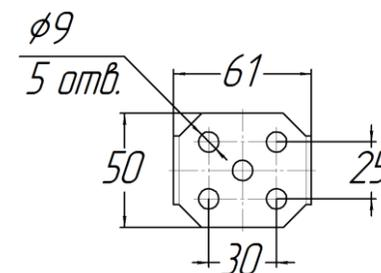
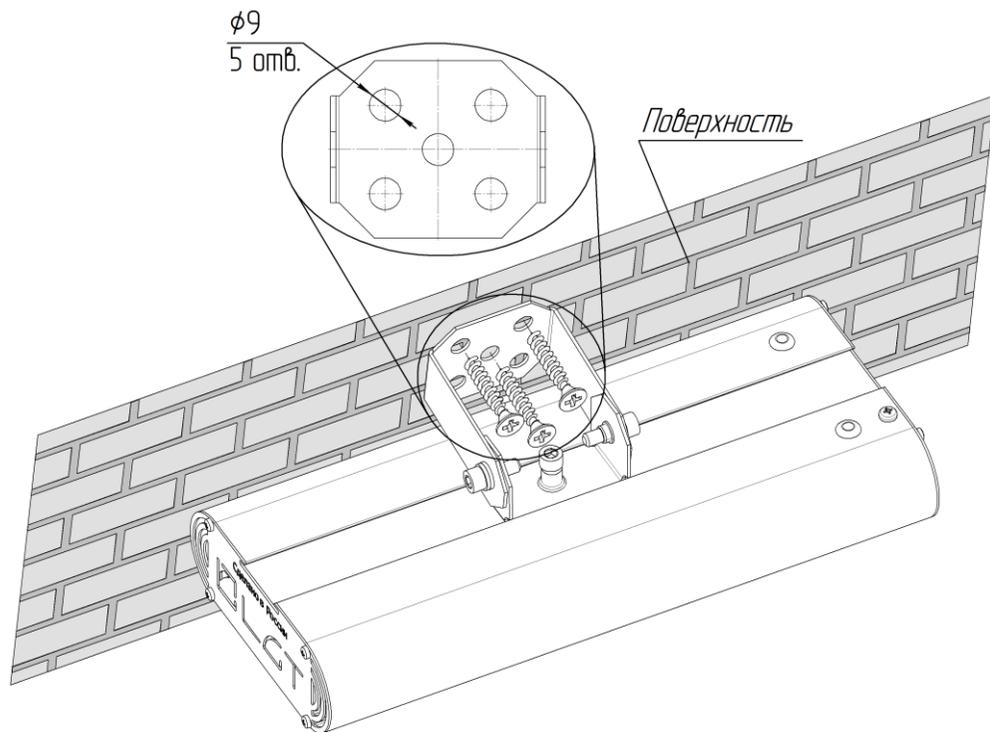

Рис. 3
Рис. 4
2) Светильник можно устанавливать, как на горизонтальную, так и на вертикальную поверхность (Рис. 4).
4) Наметить и просверлить отверстия под монтаж светильника на поверхности установки (Рис. 3). Минимальное рекомендуемое количество монтажных отверстий для крепления одной поворотной скобы – два. Диаметр отверстий в поворотной скобе 9 мм (5 отв.). При помощи винтов прикрепить светильник к поверхности через отверстия в поворотной скобе (Рис. 4). Минимальная рекомендуемая длина метизов 50-70 мм.